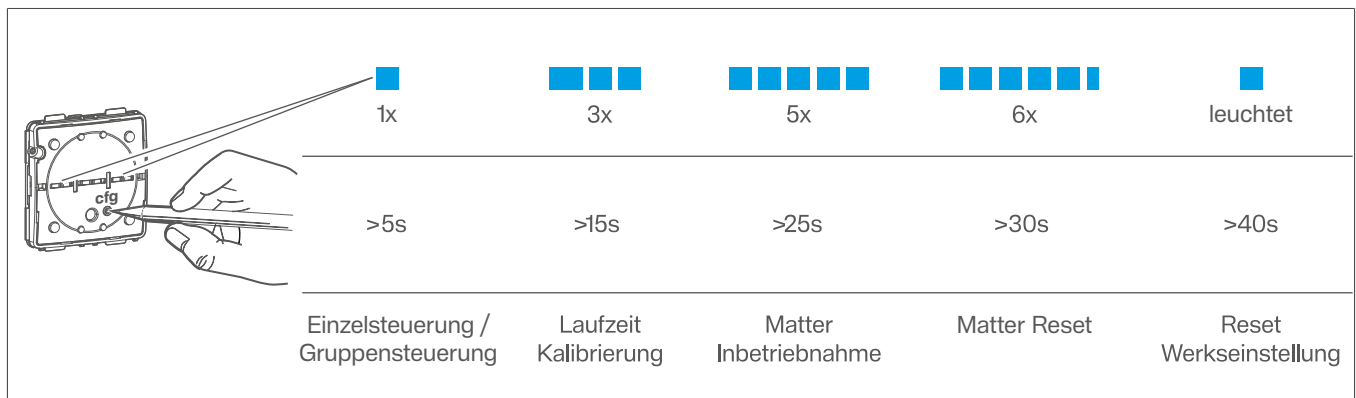

Bild 13: Sonderfunktion Jalousieeinsatz
Das Gerät befindet sich im Auswahlmodus und blinkt für den Betrieb Einzelsteuerung wiederholend 1x (Bild 13: Sonderfunktion Jalousieeinsatz).
- ① Die cfg-Taste > 15 Sekunden gedrückt halten bis die LEDs 3x blau blinken.
- ② Innerhalb von 10 Sekunden die Auswahl „Laufzeit Kalibrierung“ durch Drücken der cfg-Taste > 2 Sekunden bestätigen (siehe Bild 13: Sonderfunktion Jalousieeinsatz).